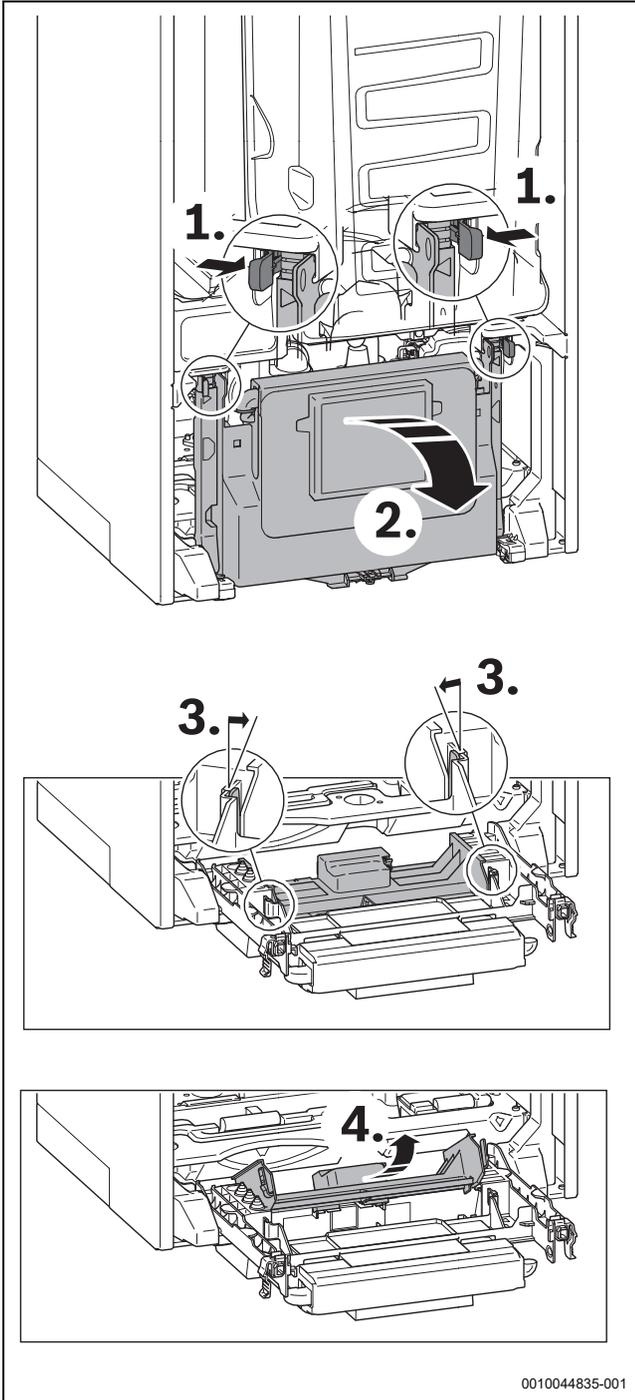

Bild 51 Steuergerät öffnen
- ▶ Steuergerät nach unten klappen (→ Bild 51).